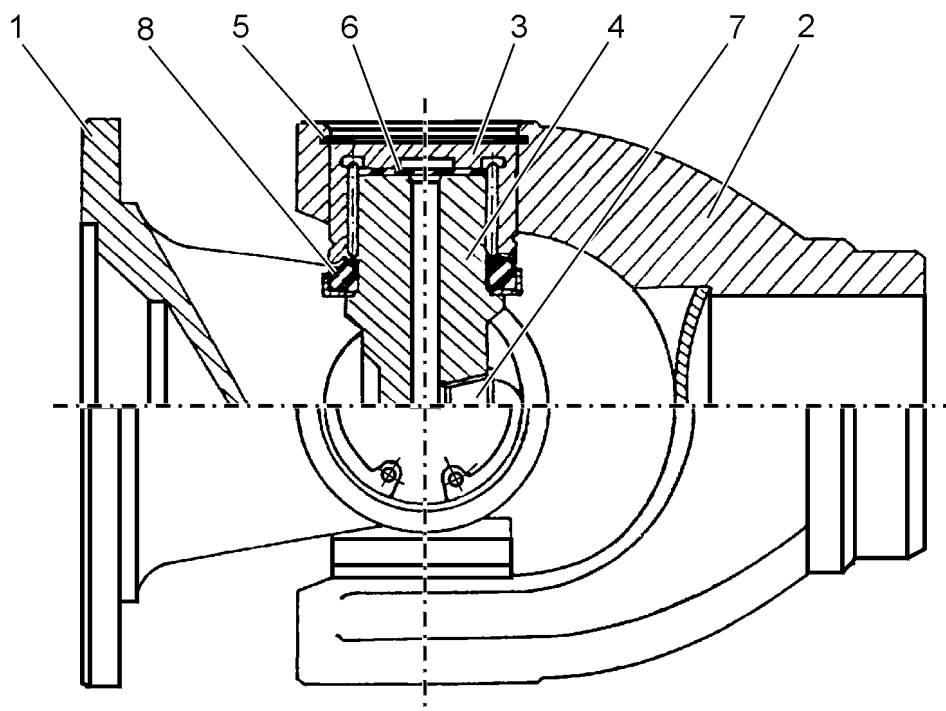

Рис. 7D.2. Шарнир карданный
4. ТЕХНИЧЕСКИЕ ПОКАЗАТЕЛИ (Рис. 7D.1.)